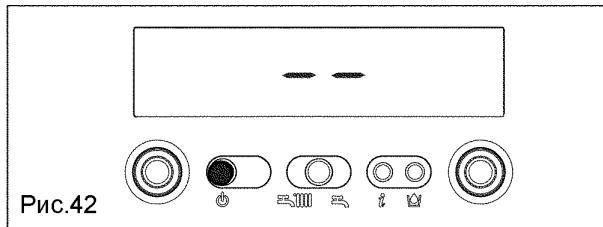

Рис.42
⚠ При программировании параметров котел должен быть выключен (OFF). Для этого нажмите кнопку , чтобы на дисплее загорелись две черточки “--” (рисунок 42).
- Котел перейдет в состояние “--” (выключен). Для возобновления его работы нажмите кнопку  (рис. 42).